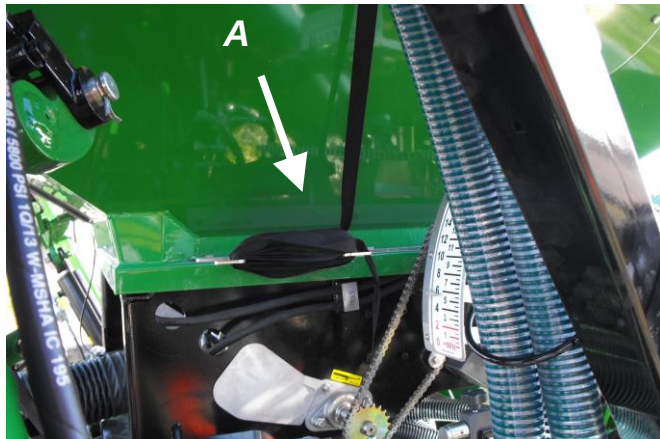

Figure 15C
7. Pour fermer la toile, tourner le volant sur lui-même en sens contraire ou vous servir de la courroie attachée sur le côté gauche de la trémie [figure 15C, **A**]. Roulez la toile sur elle-même vers le haut tout en l'alignant vers la barrure pivotante. Tendre la toile en tournant le volant tout en gardant la barrure dans les dents de la roue cannelée.